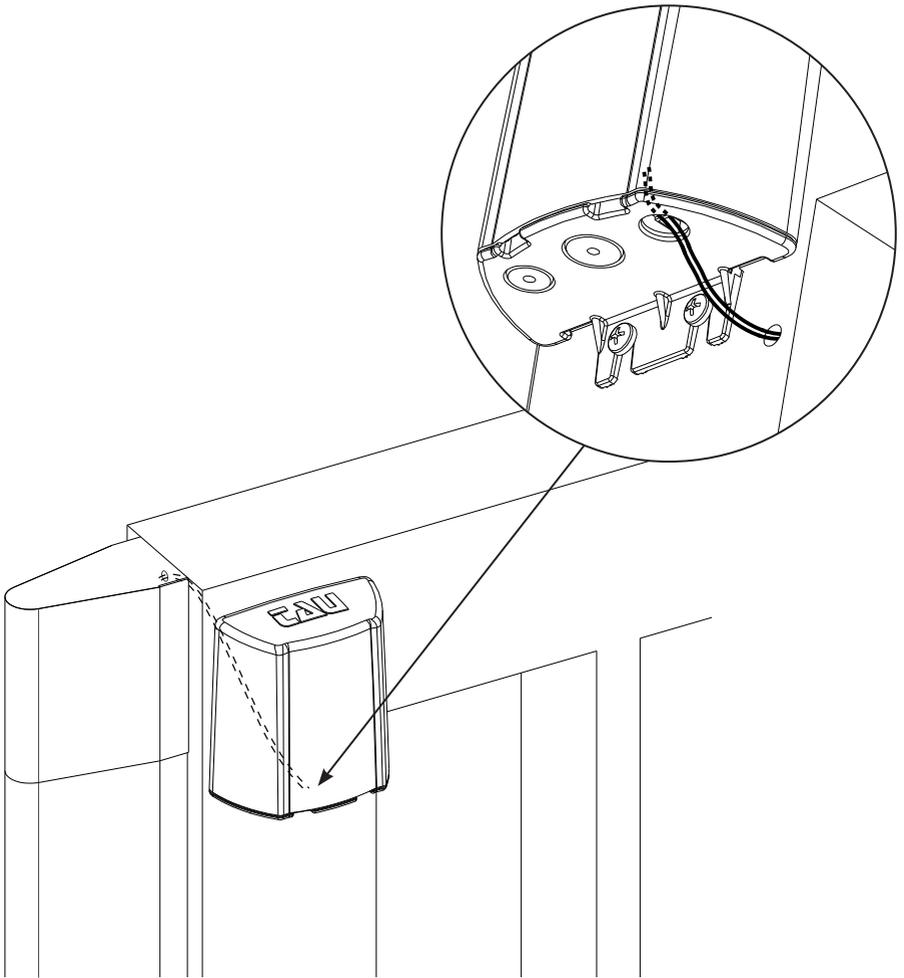

fig. 2
- 2_ Collegare il sensore TWC al bordo sensibile facendo passare i cavi all'interno del cancello (fig.2). Si consiglia di utilizzare cavi di sez. 0,5 mm².
- 2_ Connect the TWC sensor to the proximity edge guiding the cables inside the gate (fig. 2). We recommend 0.5mm² cables are used.